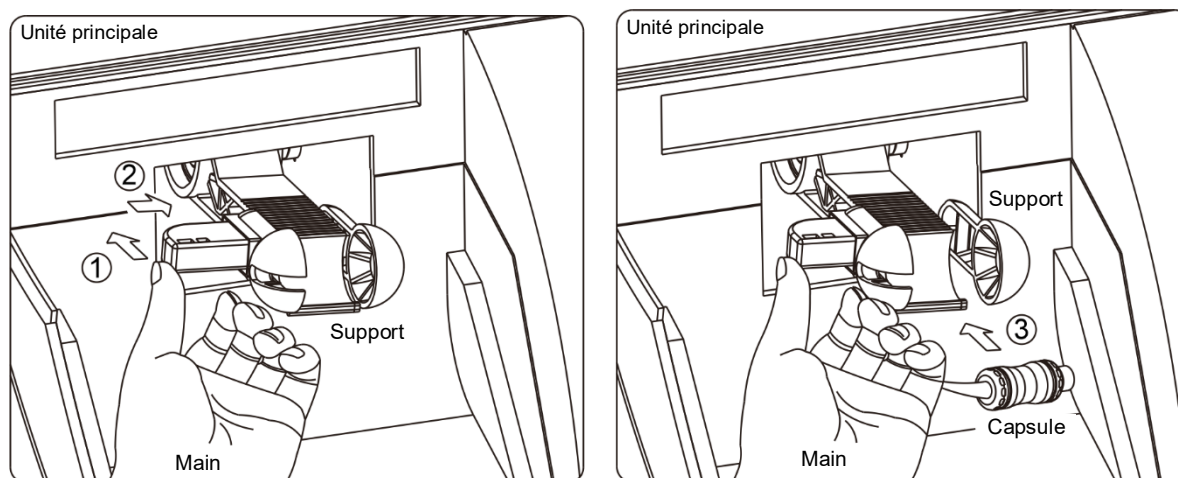

Fig. 3
- 4) Ouvrez l'écran de protection transparent et fixez la capsule sur le support du mélangeur, puis refermez le couvercle, Comme indiqué sur la Fig. 3.